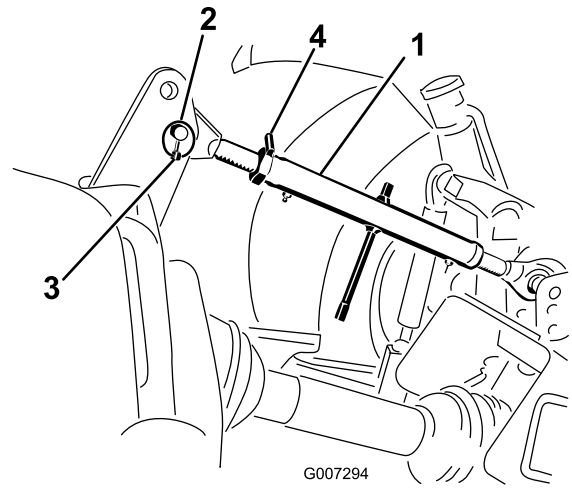

Figura 8
3. Rode o dispositivo superior para apertar a articulação. Ajuste até que a estrutura na frente da máquina esteja na vertical (Figura 8).